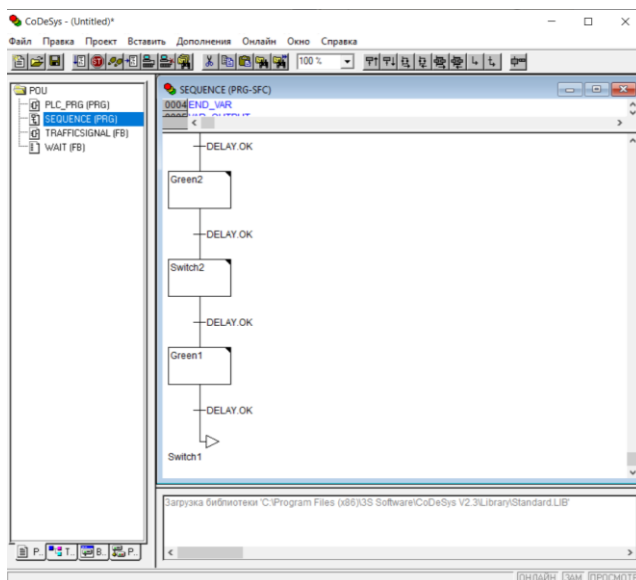

Рисунок 10 – Окно SFC диаграммы
язык его реализации. В этом шаге рабочий орган нашего механизма должен перемещаться по оси X вправо (рисунок 10).
8. Создаем SFC диаграмму. Прежде чем программировать конкретные этапы и переходы, выстроим структуру графа. Сначала нам понадобятся этапы для каждой стадии TRAFFICSIGNAL. Вставьте их, отмечая Trans0 и выбирая команды Вставка – Шаг-переход (снизу). Повторяем процедуру 3 раза. Для редактирования названия перехода или этапа нужно просто щелкнуть мышкой на нужном тексте. Назовите первый после Init START, а все прочие переходы DELAY.OK (рисунок 10).